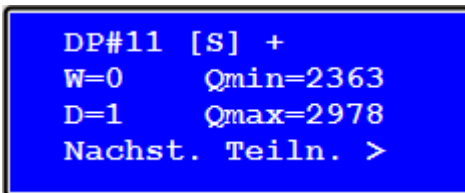

Abb. 25: Live Status mit Teilnehmerstatus Slave
In Zeile 1 ist links nach „DP#“ die PROFIBUS-Adresse des Busteilnehmers angeben. Der Buchstabe in der Mitte, gibt an, ob es sich um einen Master (M) oder Slave (S) handelt. Ist der Buchstabe mit einer eckigen Klammer versehen, konnte der BC-600-PB die Adresse des Teilnehmers ermitteln, an dem er angeschlossen ist. Im Beispiel oben steckt das Messgerät am Teilnehmer mit der Adresse 11 (siehe Abb. 25). Rechts daneben sind die Live List-Änderungen (siehe Seite 31) für diesen Busteilnehmer dargestellt.